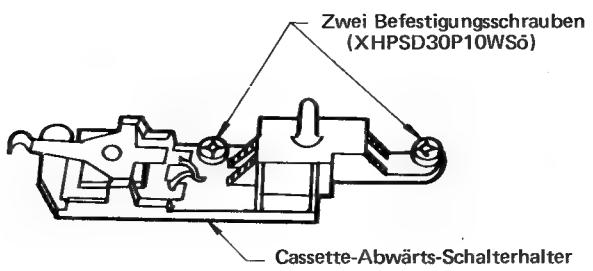

Abb. 7-32
- 3) Die zwei Schrauben (WAPSD30P08WSÖ), mit der der Cassette-Abwärts-Schalterhalter befestigt ist, lösen und den Cassette-Abwärts-Schalterhalter ein kleines Stück bewegen. (Vorsichtig vorgehen, um die Zuleitungen des Cassette-Abwärts-Schalters nicht zu verformen bzw. abzubrechen). (Siehe Abb. 7-32)
- 4) Während man den Spulenmotor von der Rückseite des Chassis her unterstützt, die zwei Schrauben (6) (XBPSD30P05J00) zur Befestigung des Spulenmotors entfernen und den Motor herausnehmen. Zu diesem Zeitpunkt die Spulenzwischenrolle (4) nach links oder rechts bewegen, damit sie nicht herausfällt.